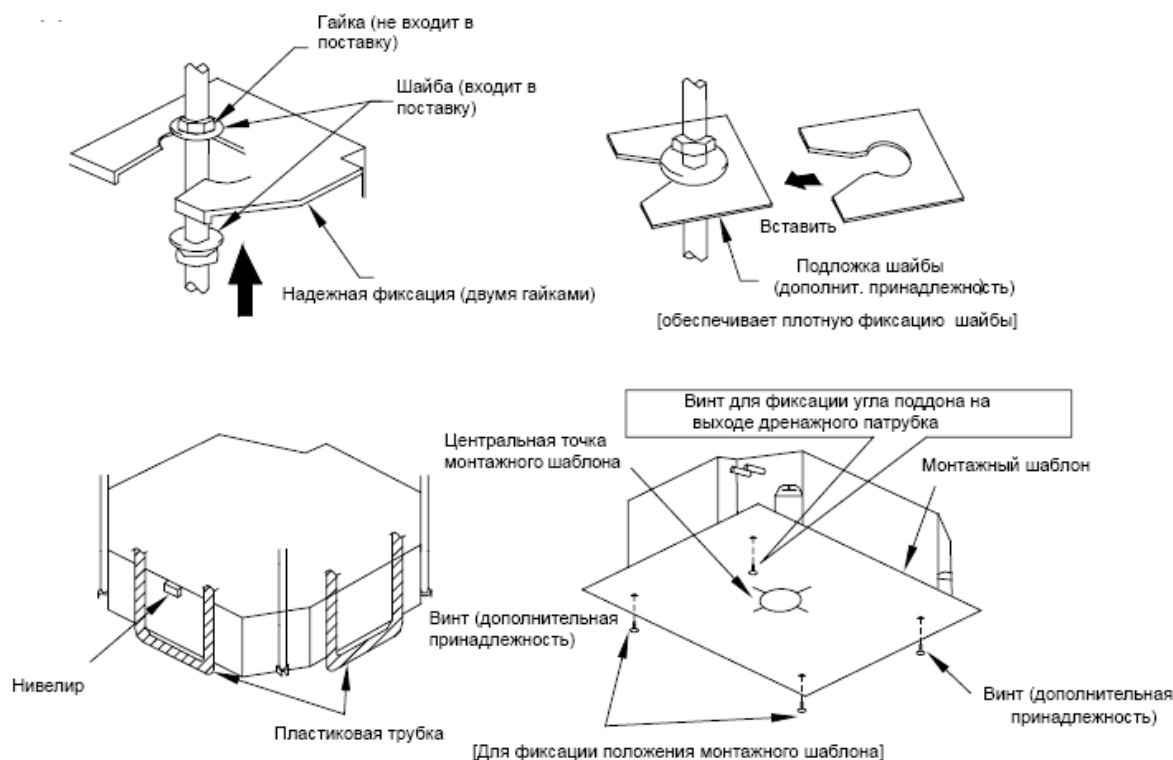

Рис. 3
(1) Первый этап монтажа внутреннего блока
(2) Использование монтажного шаблона
(3) Расположить агрегат на подходящей монтажной позиции. (См. рис. 3)
(4) Убедиться, что блок располагается горизонтально.